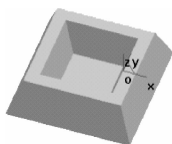

图 3-115 绘制烟灰缸基本拉伸体上的大凹槽
(5)单击按钮,弹出“拉伸除料”对话框,输入深度“25”,选取“增加拔模斜度”复选框,输入角度“20”,单击按钮,完成操作,作图结果如图 3-115 所示。